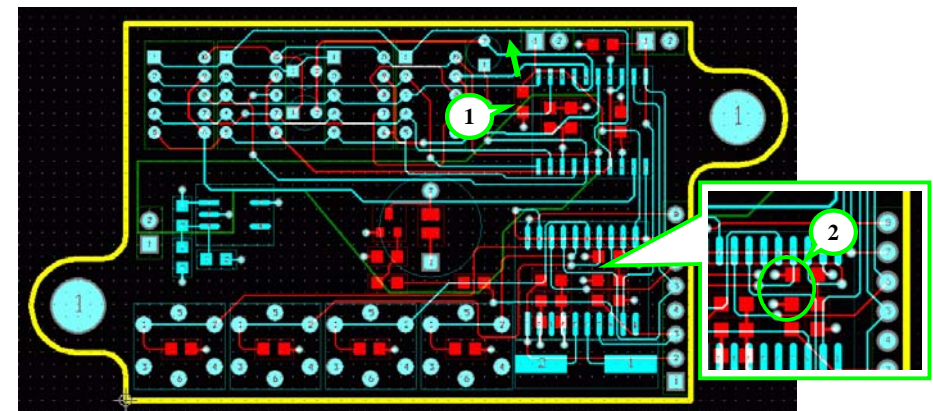

рис. 6-89
Я предлагаю остановиться на этом варианте разводки. Сохраните плату (пусть это будет файл **29.max**), сделайте Cleanup Design (рис. 6-89) и сохраните её ещё раз под именем **30.max**.
Мы уже почти заканчиваем разводку нашей платы. Сейчас, после того как были испробованы различные варианты трассировки, стало видно, что некоторые компоненты расположены не очень удачно. Посмотрите на **рис. 6-89**. Резистор **R12** (①) совершенно очевидно, нужно сдвинуть к верхнему краю платы. Резисторы **R1** и **R8** для соединения с Plain-слоем имеют отдельные via (②). Их можно соединить, оставив только одно переходное отверстие.